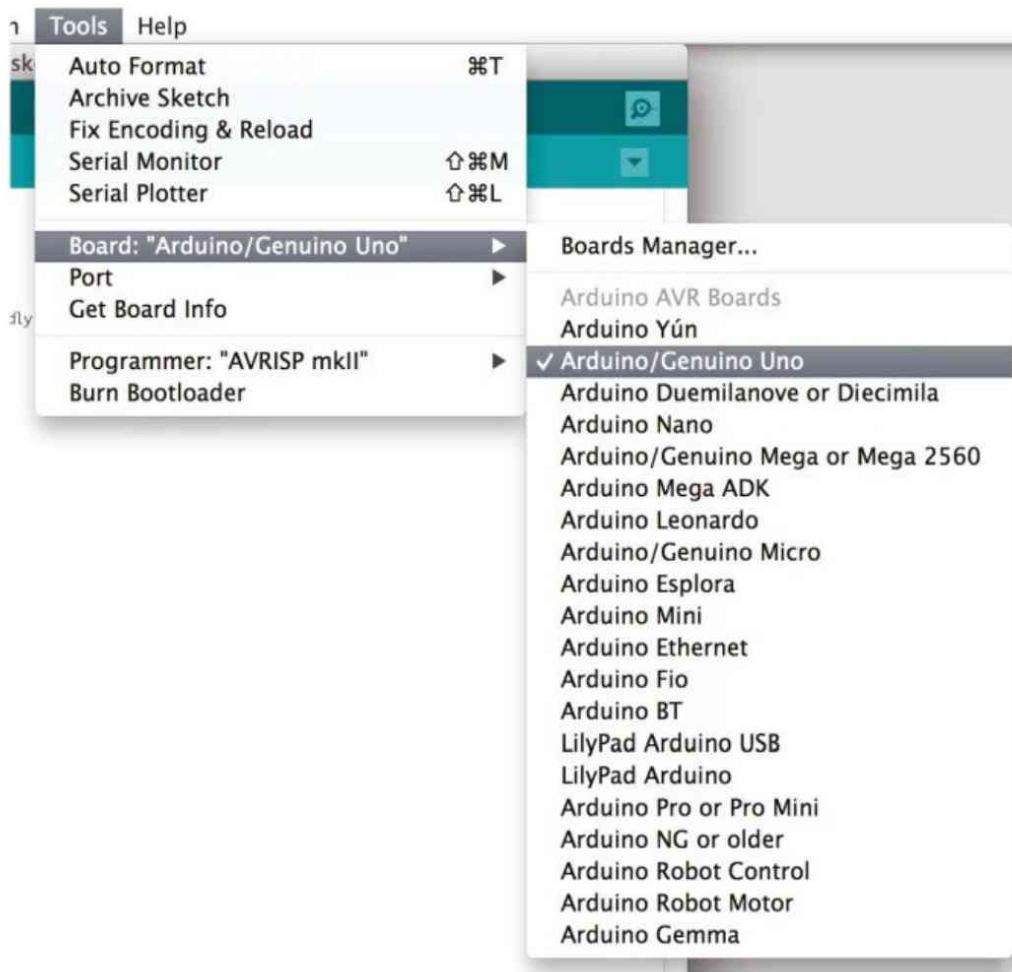

FIGURA 4.28 Asegúrate de que has seleccionado la placa adecuada.
- ▣ Has seleccionado el tipo de tarjeta y el puerto serie adecuados en los menús (figura 4.28).